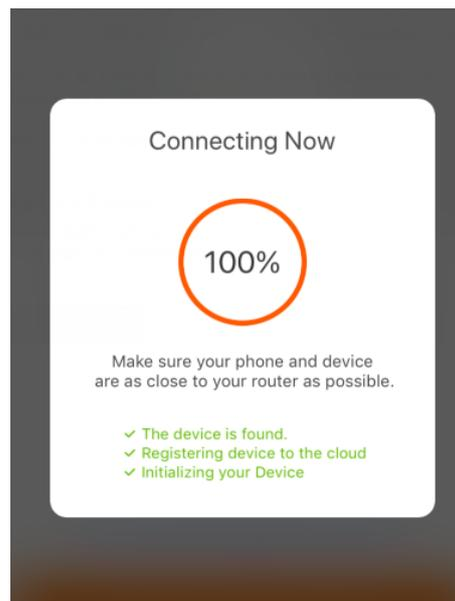

Figura 6
- Attendi che l'APP completi la connessione al dispositivo, come mostrato nella figura 6